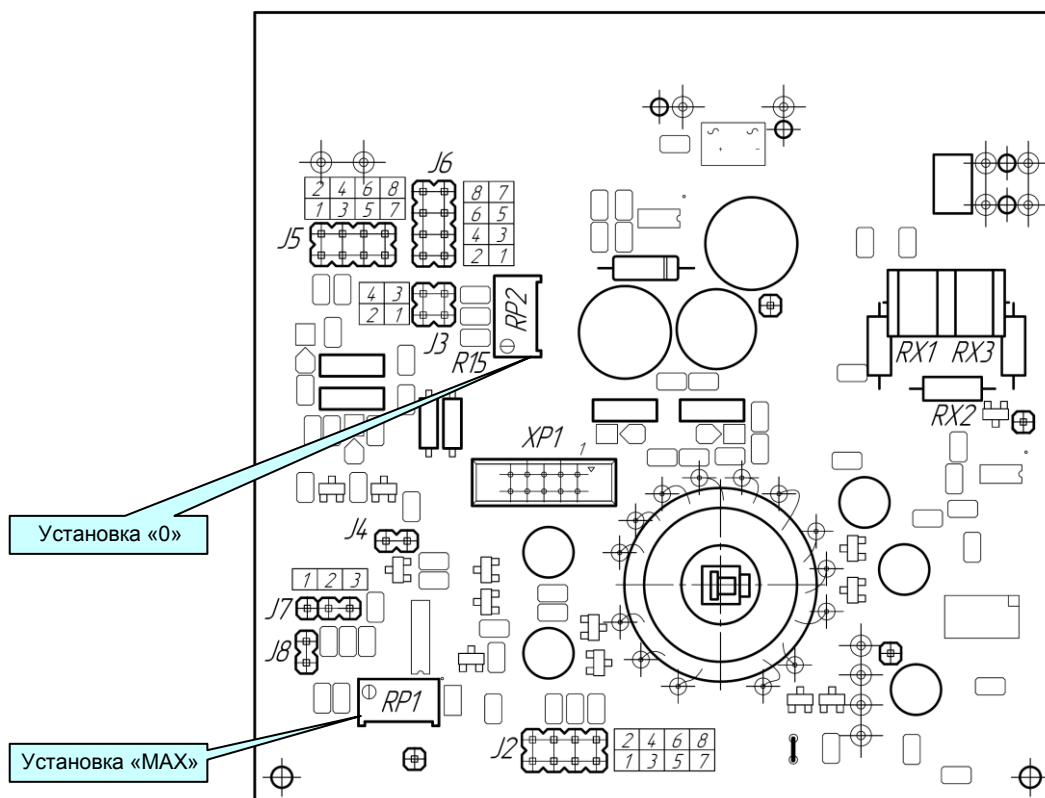

Рисунок 5.1.1 - Схема расположения органов регулирования и элементов настройки ПНС-12
5.1.6 Для переналадки блока на другие входные/выходные сигналы используйте рисунок 5.1.1 и таблицы 5.1.1 и 5.1.2.
5.1.7 Время преобразования для преобразователя ПНС-12 с заводской установкой равно 6 секундам - это максимальное время, необходимое для преобразования значения входного сигнала при резком его изменении (во весь диапазон шкалы - от 0% до 100% или наоборот). Если нужно перенастроить данное время нужно изменить положение перемычек J7 и J8 (см. рисунок 5.1.1) в соответствии с таблицей 5.1.3.